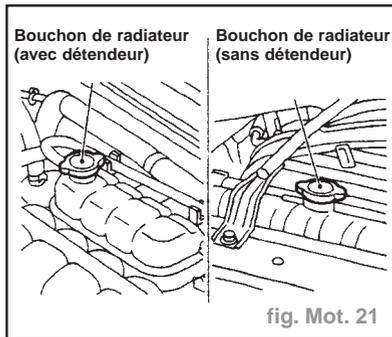

fig. Mot. 21
- Déposer le bouchon de remplissage du radiateur (fig. Mot. 21).